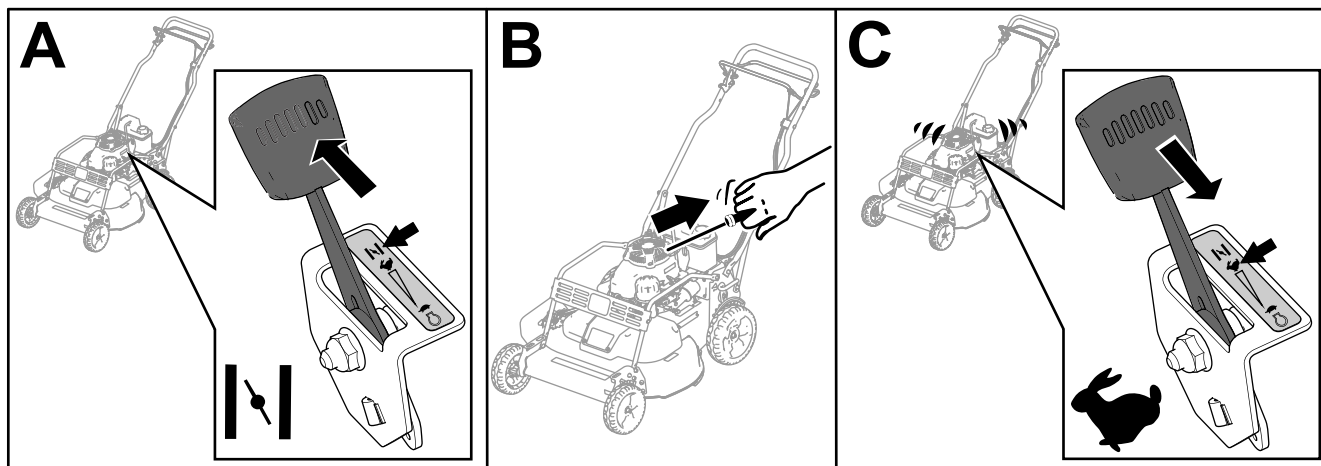

Figura 15
3. Mueva el control del acelerador a la posición de ESTÁRTER (Figura 15, A)
4. Tire suavemente del arrancador hasta que note resistencia, luego tire con fuerza (Figura 15, B).
5. Cuando el motor arranque, mueva la palanca de control del acelerador a la posición RÁPIDO (Figura 15, C).